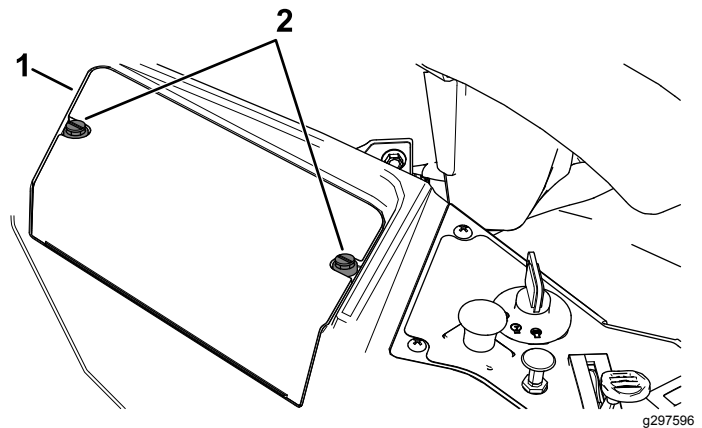

Figura 43
3. Afloje $\frac{1}{4}$ de vuelta las 2 fijaciones de la tapa de la batería en el sentido contrario a las agujas del reloj y retire la tapa (Figura 43).
6. Instale la tapa de la batería empujándola hacia abajo y apretando 2 fijaciones en el sentido de las agujas del reloj (Figura 43).